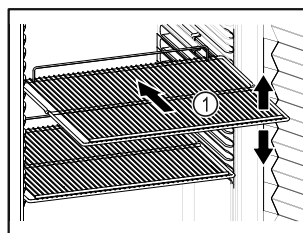

Fig. 61 Ilustrační zobrazení
- ❑ Pokud jsou odstavňovací rošty Fig. 61 (1) přemístitelné, přizpůsobte je vždy na danou výšku.